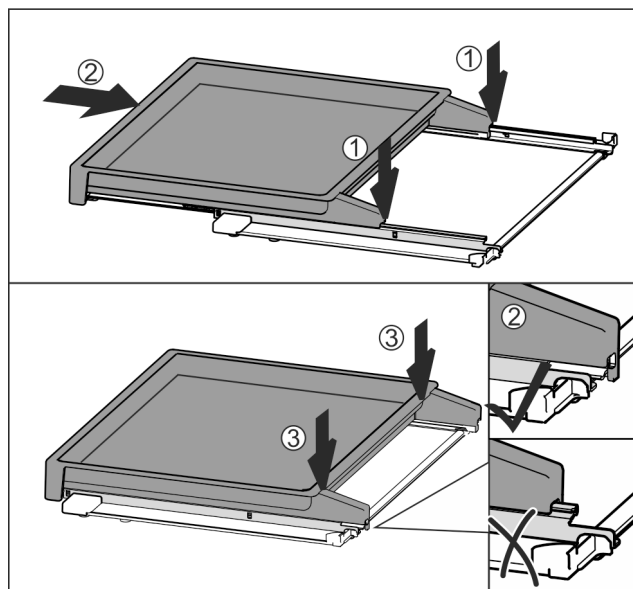

Fig. 113
- Nasadte uprostřed na kolejničky Fig. 113 (1).
- Vysouvací přihrádku zcela zasuněte Fig. 113 (2).
- Zatlačte pak na zadní straně, až slyšitelně zacvakne Fig. 113 (3).